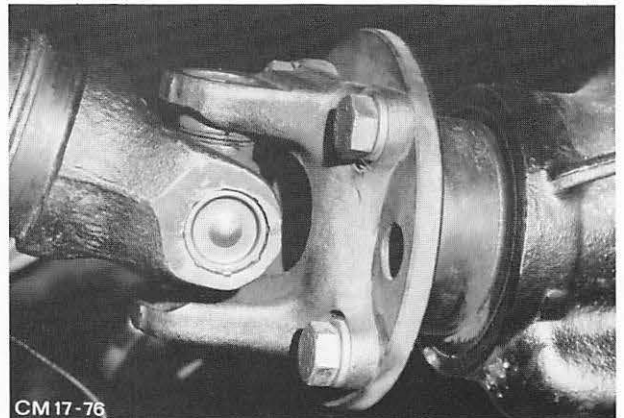

Abb. 8 Gelenkwelle an Flansch-Antriebskegelrad
2. Gelenkwelle vom Flansch-Antriebskegelrad abbauen (4 Schrauben). Abb. 8.